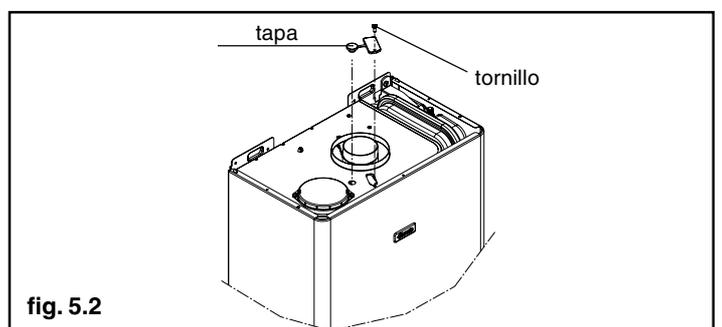

fig. 5.2
- quitar el tornillo de la tapa de la toma para el análisis de la combustión (fig. 5.2) e introducir las sondas